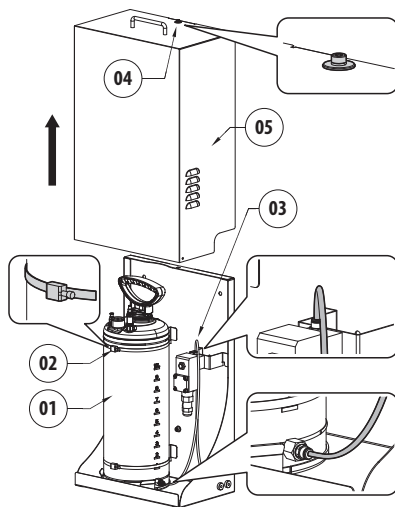

Fig. 4
Nelle operazioni di installazione o manutenzione della pompa è possibile lasciare il serbatoio in posizione oppure rimuoverlo (Fig. 4, pagina 10). Per rimuovere il serbatoio (01) agire sulle fascette metalliche (02) e sganciare il tubo di collegamento (03).